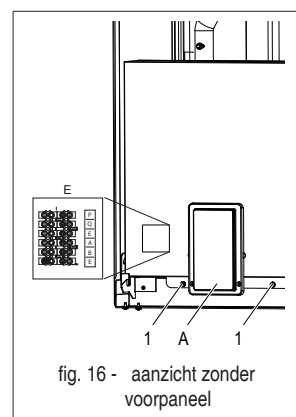

fig. 16 - aanzicht zonder voorpaneel
- draai de twee schroeven (ond. 1 - fig. 16) onder het elektriciteitskastje los
- A Weergavepaneel en toetsenbord (fig. 16)
De aansluitkast (ond. B fig. 16) bevindt zich links van de elektrische doos van de boiler. De aansluitkast is van het type mammoet mannetje-vrouwje. Op de zijkant van de aansluitkast zit een etiket dat de 6 beschikbare klemmen aangeeft.